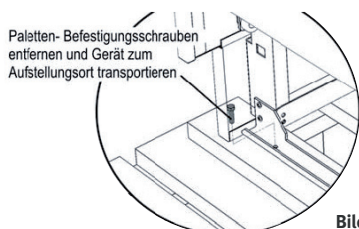

Bild 3
2. Transportsicherungsschrauben (4 Stück) entfernen. (Bild 3)